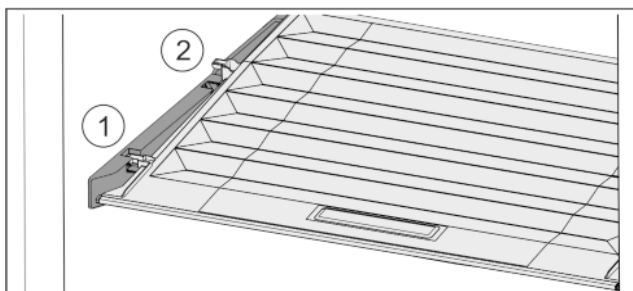

Fig. 33
- ▶ Vytáhněte víko dopředu až k otvoru v přídržných dílech Fig. 33 (1).
- ▶ Vzadu zespuďu nadzvedněte a vyjměte směrem nahoru Fig. 33 (2).